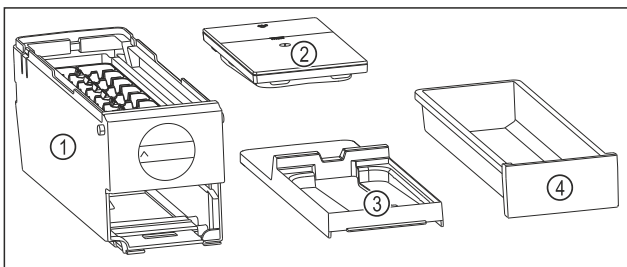

Fig. 89 Bestanddelen van de EasyTwist-Ice
- ▷ EasyTwist-Ice is in vier delen gedemonteerd. (zie Fig. 89)
- ▶ EasyTwist-Ice alleen in afgebeelde bestanddelen demonteren. (zie Fig. 89)
- ▶ EasyTwist-Ice-corpus Fig. 89 (1) als geheel reinigen.